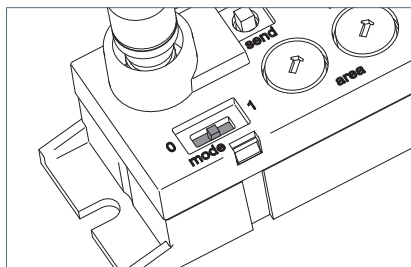

Fig. 6: Transmission activée
- ▶ Réglez le commutateur à coulisse « mode » sur la position **1**, voir Fig. 6.